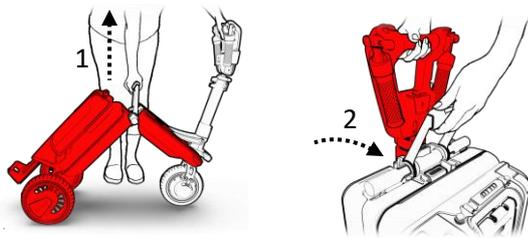

Figure 43
6. À l'aide de la poignée principale, tirez la partie centrale vers le haut en direction de la barre de direction jusqu'au déclic qui le confirme en place (2) (voir la figure 43).